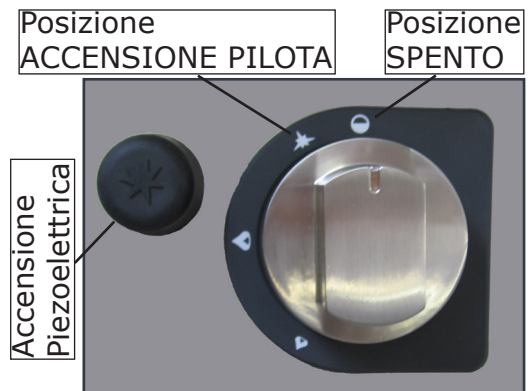

Fig.12
- girar el pomo y mantenerlo presionado en la posición de encendido del quemador piloto ★ (Fig.12) y simultáneamente presionar repetidamente el pulsador de encendido piezoeléctrico hasta